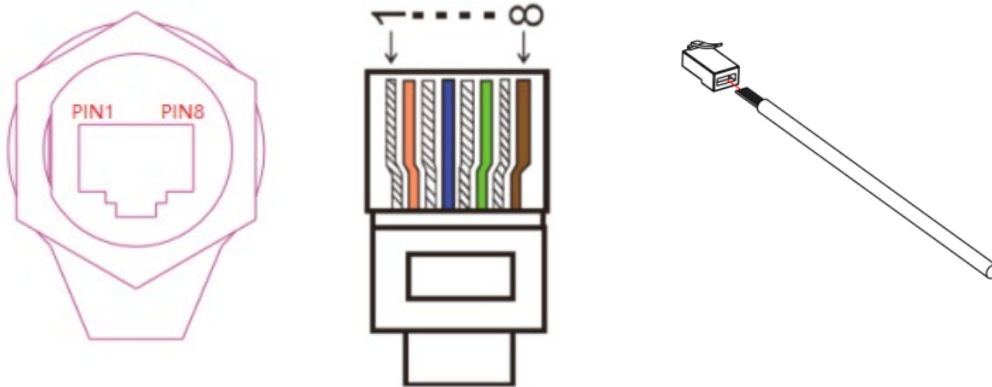

Figura 185 - Conexión de la interfaz DRMs (1)
- 1) Coloque los terminales del cable con la secuencia de colores indicada en la Figura 185.